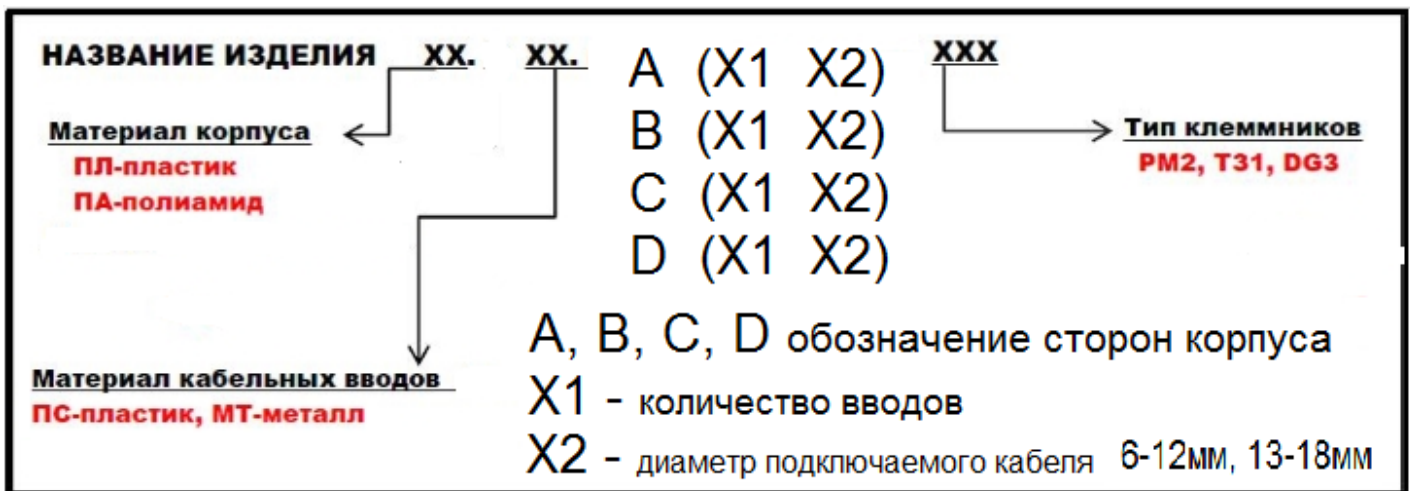

Рис. 2. Описание оформления заказа устройства соединительного УСБ-Ех «СЕВЕР»
2.3. Обозначение устройства при заказе и в конструкторской документации состоит из наименования, кода заказа, обозначения ТУ. Код заказа определяет модификацию и выбирается заказчиком согласно рис.2.
Примеры заказа – см. рис.2.